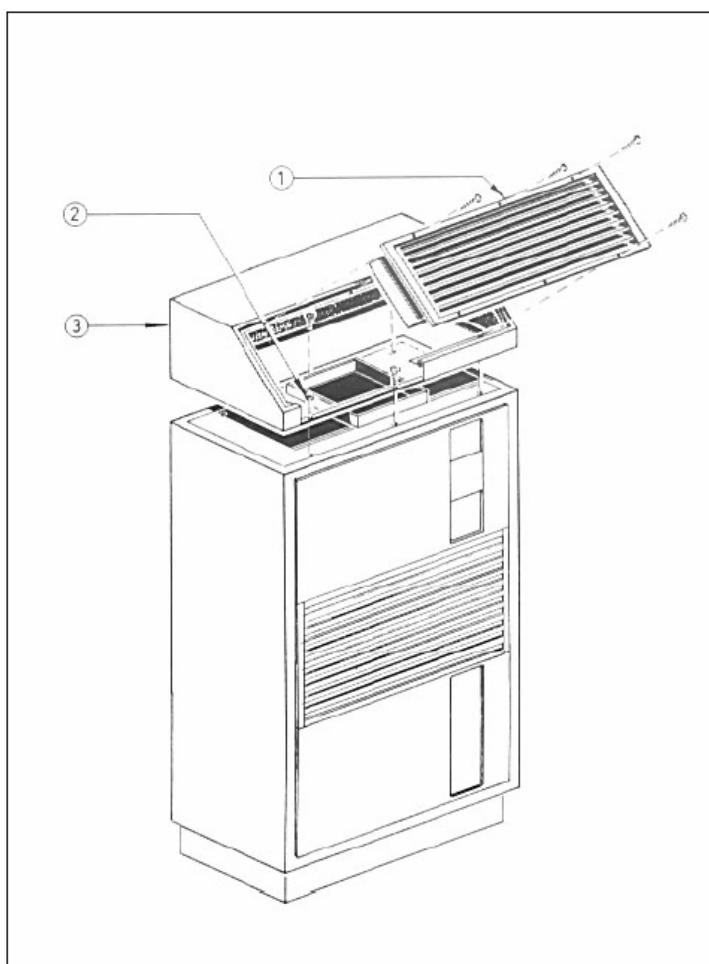

Рис. 6
- Отвинтите шурупы-саморезы, крепящие решетку (1) к воздуховыводящей камере, и снимите решетку (Рис. 6).
- Разместите камеру (3) поверх вентиляторной секции и закрепите ее с помощью ранее отвинченных винтов (2).
- Поставьте на место решетку и закрепите ее на камере шурупами (1).